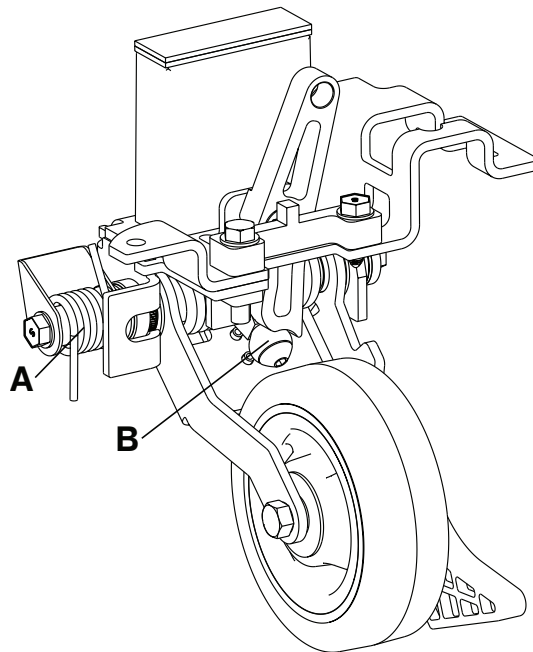

Figura 31 – Lubricación de la quinta rueda retráctil
3. Aplique grasa MPG-3 al muelle (A) y al rodillo (B) (Figura 31).